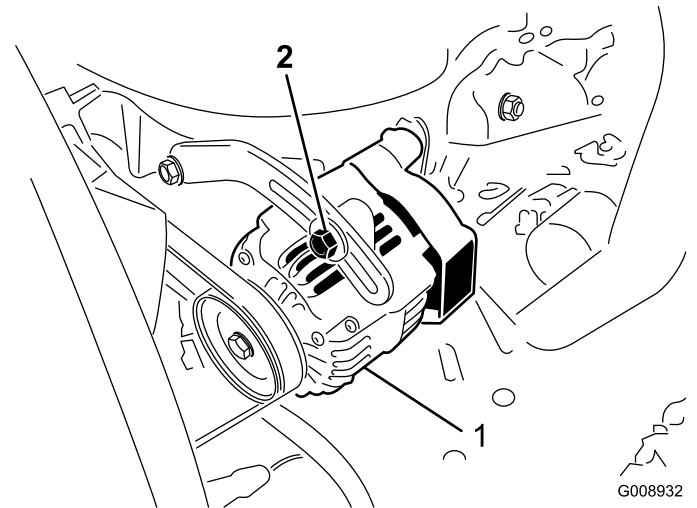

図 54
ベルト(図 54)は100運転時間ごとに劣化状態と張りを点検します。
- たわみが10mmでない場合には、オルタネータ取り付けボルトをゆるめる(図 54)。適当な張りに調整してボルトを締める。ベルトのたわみが適切に調整されたことを確認する。